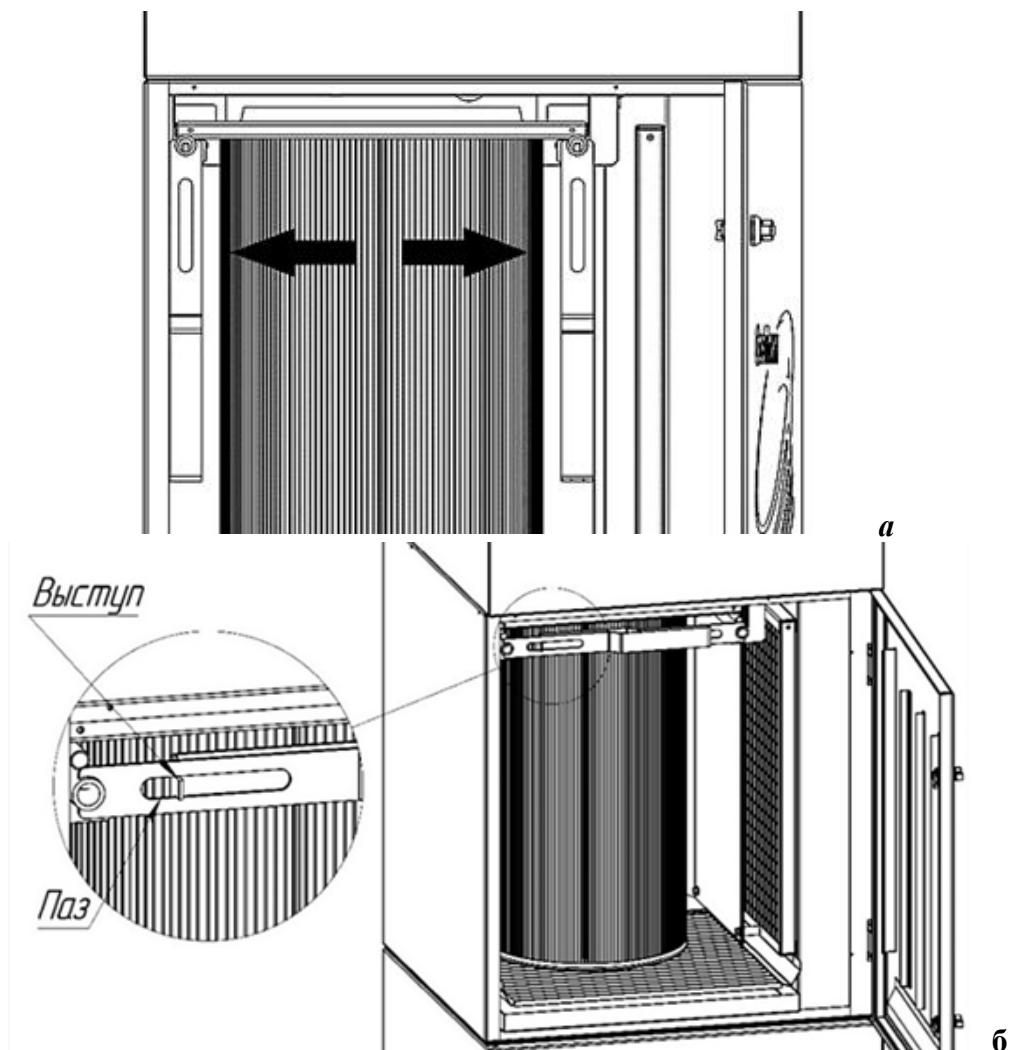

Рисунок 6
2) перевести рычаги в положение «открыто», как показано на рисунке ба. Для этого необходимо выступы на рычагах (рисунок 6б) вывести из пазов, а рычаги повернуть в низ;
4) перевести рычаги в положение «закрыто», как показано на рисунок 6б. Для этого необходимо рычаги повернуть в горизонтальное положение, выступы завести в пазы;